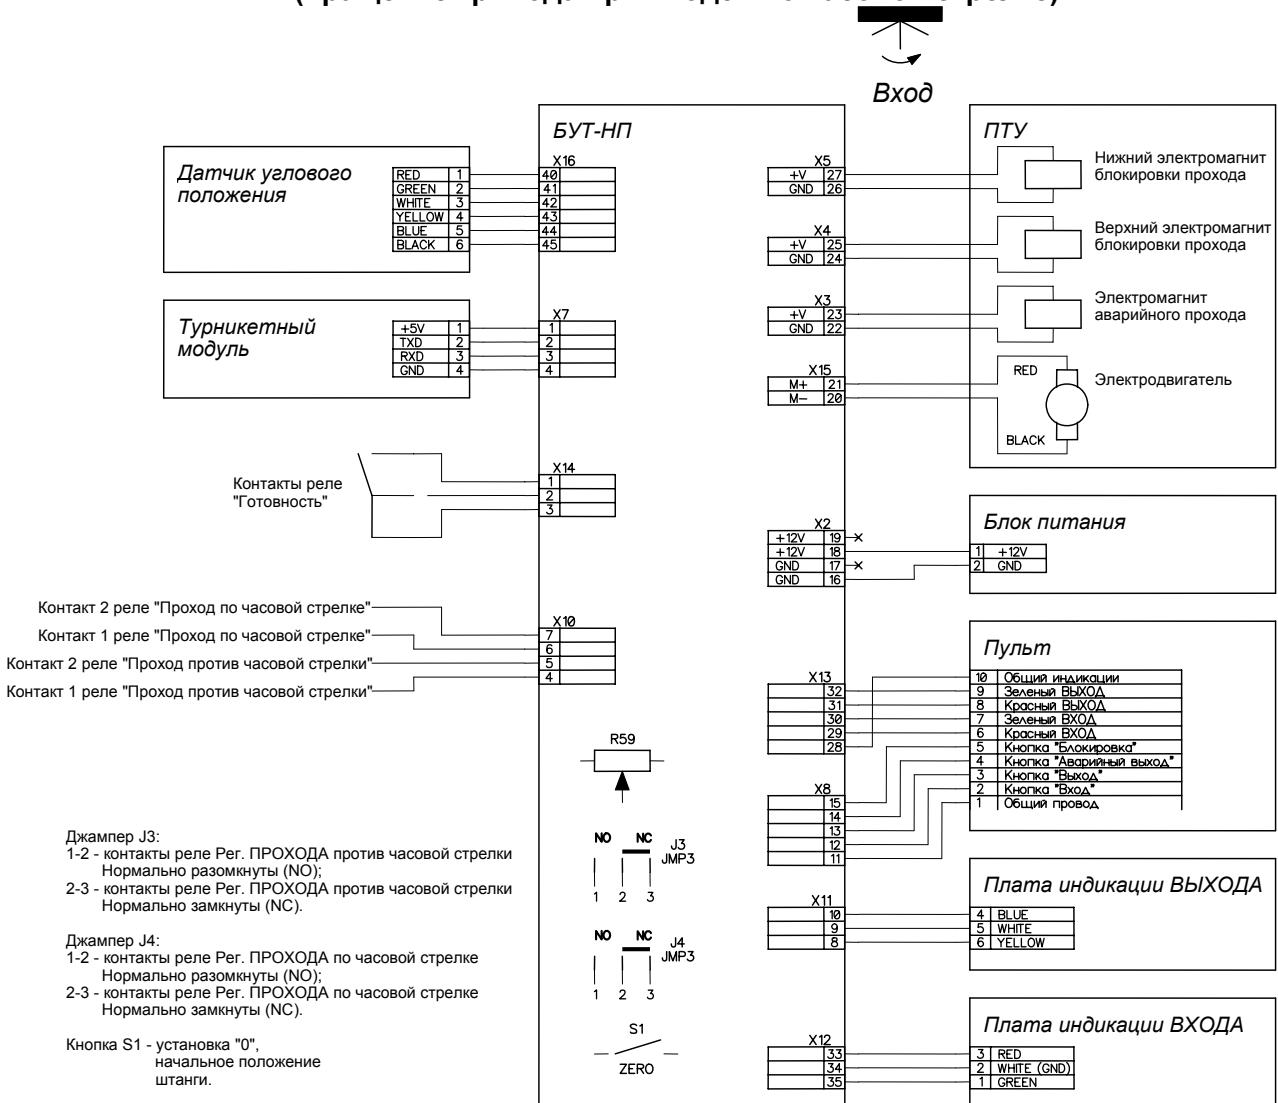

Рис. 4
- 7) Подключить кабели питания и ПДУ к БУТ-НП в соответствии с Рис.4, 5, заземлить корпус турникета.